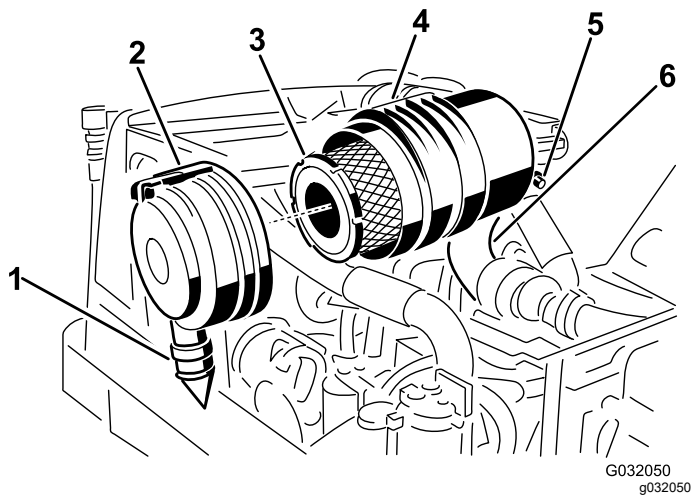

Figura 47
2. Retire el filtro primario (Figura 47).
las posiciones de las 5 y las 7, visto desde el extremo y cierre el enganche (Figura 47).
3. Cambie el filtro primario (Figura 47).